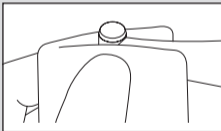
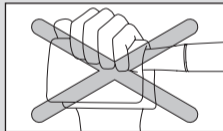

Fig. 19
Fig. 20
- Si vous souhaitez purger l'excès d'huile de l'intérieur de la pièce à main, faites tourner la pièce à main pendant environ 15 secondes sans fraise. N'enfoncez pas le bouton-poussoir durant la rotation, en particulier si vous utilisez un tissu absorbant, afin d'empêcher l'huile d'éclabousser. Appuyer sur le bouton-poussoir pendant la rotation peut endommager le mécanisme du mandrin (Fig. 19, Fig. 20).